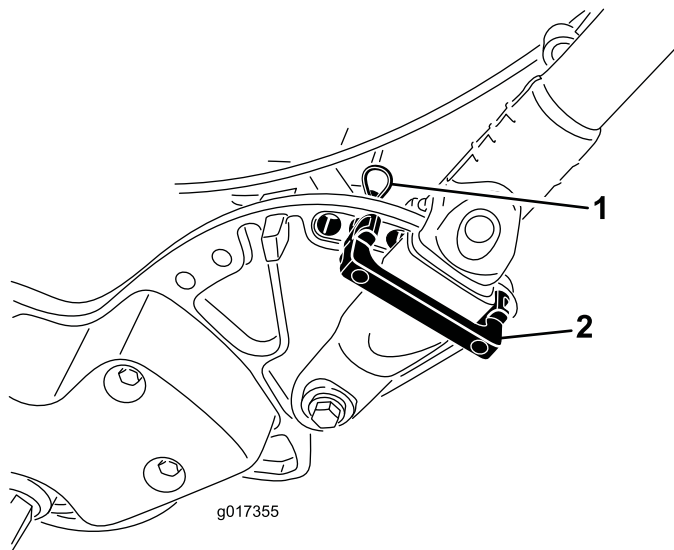

Figure 30
1. Retirez les goupilles fendues des retenues du guidon de chaque côté de la tondeuse (Figure 30).
2. Soutenez le guidon, retirez les goupilles fendues de chaque côté et faites pivoter le le guidon à la position voulue (Figure 30).